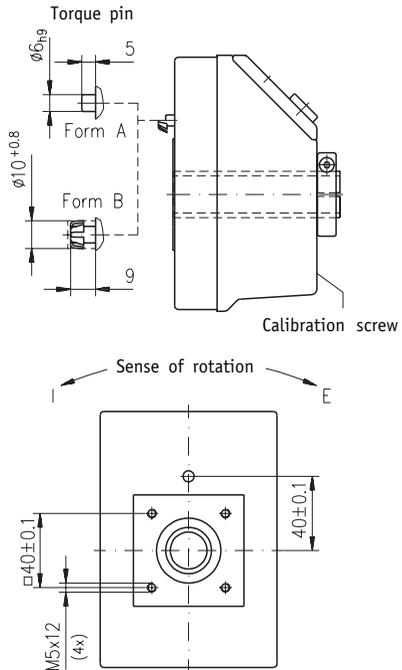

Fig. 1: Mounting
- Die frontseitige Schraube wird mit Hilfe eines Innensechskantschlüssel (SW 2) bis Anschlag heraus- und wieder eingedreht (dadurch wird ein interner Schalter betätigt, der die Kalibrierung auslöst (Abb. 1).